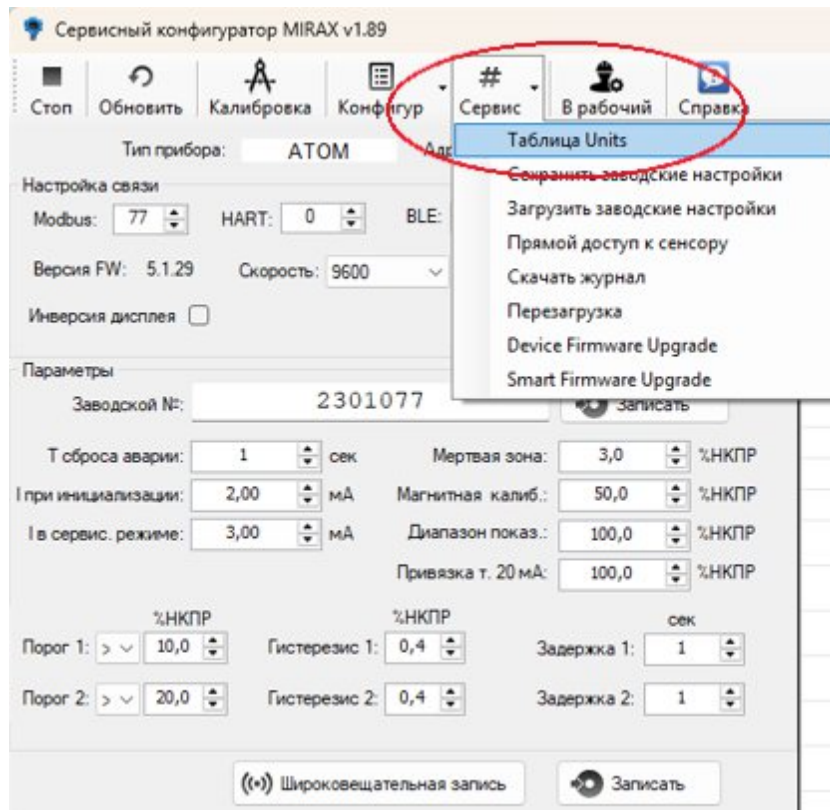

Рисунок 55
4) далее в верхней строке выбрать вкладку «Сервис», далее «Таблица Units» (рисунок 55);